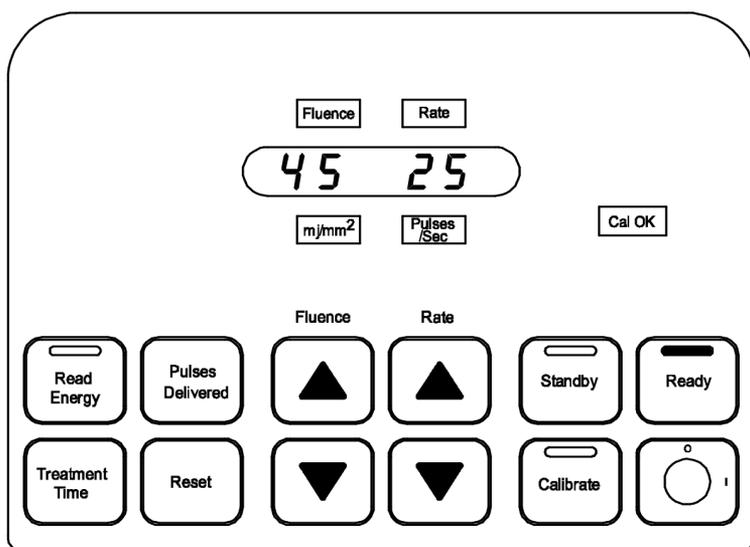

Figura 9
1. È possibile passare alla modalità **Pronto** dalla modalità **Standby** premendo il pulsante Pronto. (Figura 9)